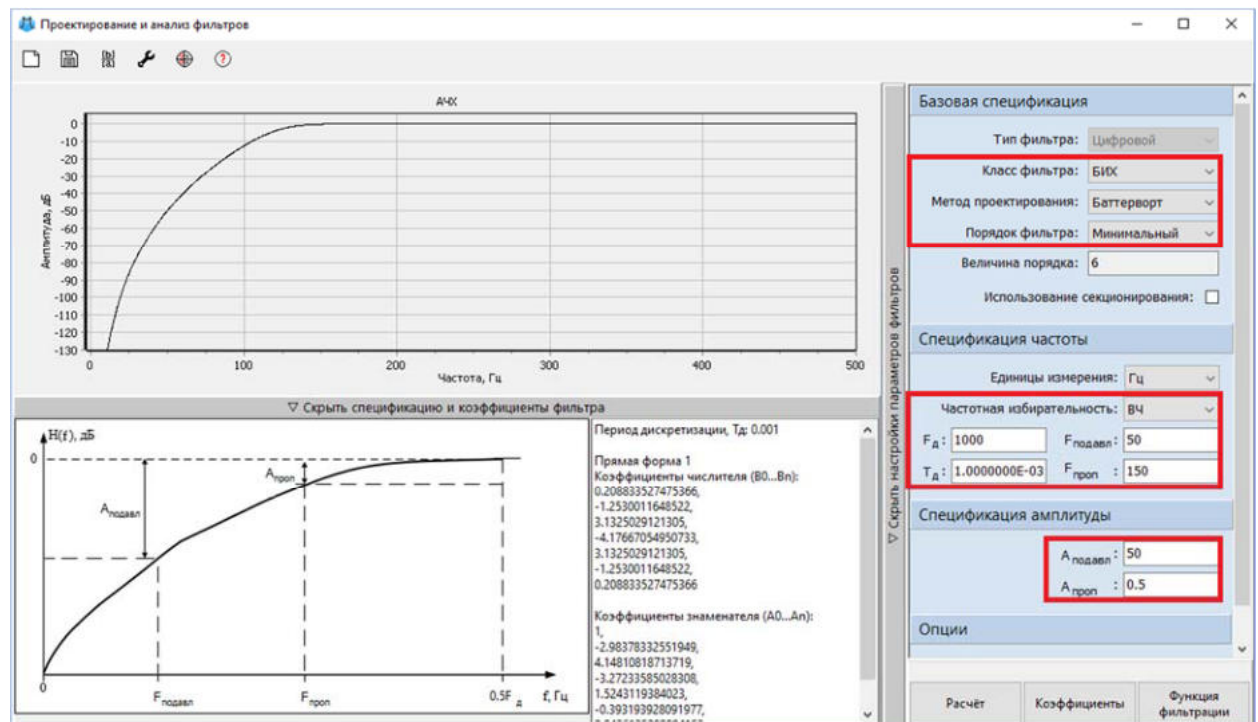

Рис. 5. Окно "Проектирование и анализ фильтров" блока "Цифровой фильтр" для фильтра Баттерворта. Расчетный минимальный порядок для фильтра Баттерворта равен 6
3. Аналогично необходимо рассчитать высокочастотный фильтр Баттерворта с минимальным порядком. В окне Проектирование и анализ фильтров задать параметры и нажать на кнопку Расчет (Рисунок 5):